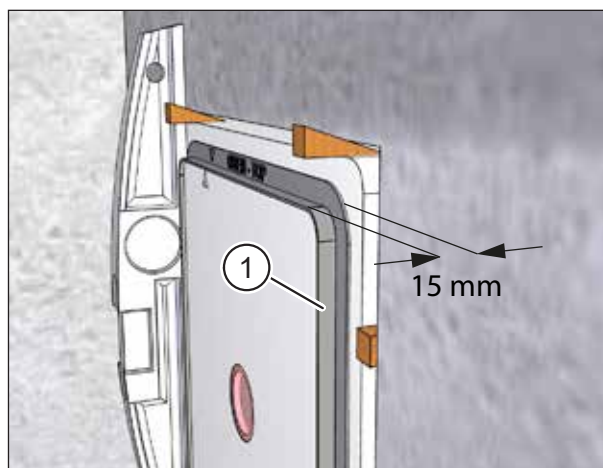

Fig. 16 : Profondeur du cadre d'encastrement : 15 mm
La profondeur du cadre d'encastrement est de 15 mm (voir Fig. 16).
- ▶ Si le mur intérieur n'est pas d'aplomb ou pas plat, placez la face frontale du cadre d'encastrement (pos. 1 dans Fig. 16) parallèlement au rail d'encastrement qui s'étend verticalement.